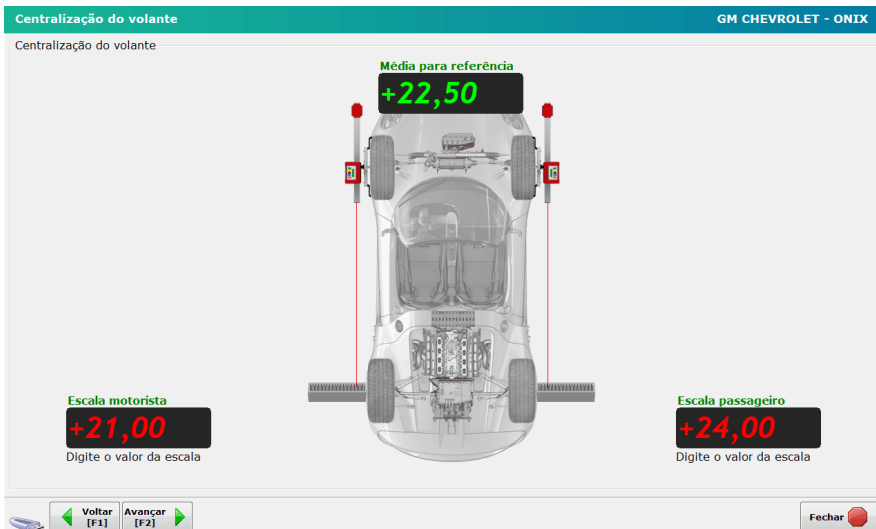
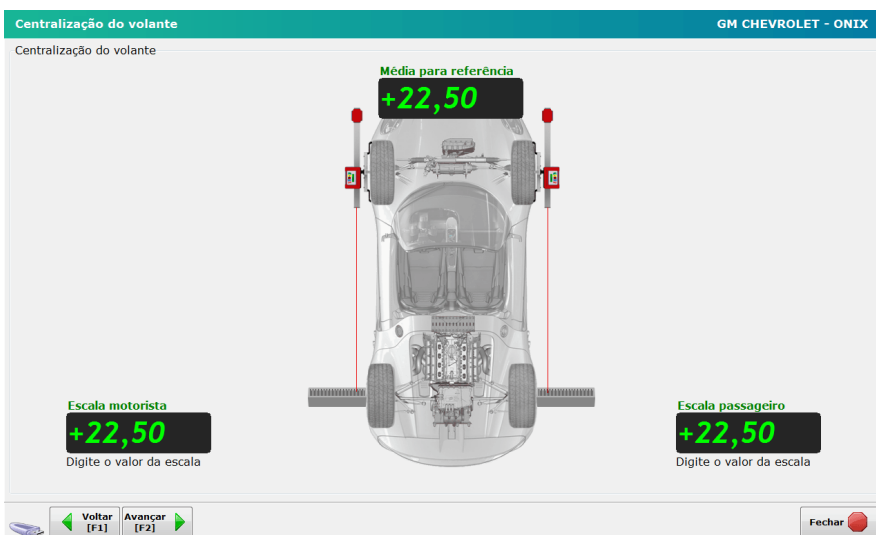

Figura 11 - centralização
Figura 12 - centralização ok
- No Softeck FC clique Avançar [F2] para ver a tela de Correção do volante, ver figura 11.
- Digite nos campos os valores das escalas, conforme a Figura 11.
Faça agora um ajuste fino nos terminais de direção de cada lado para o resultado central de cor verde, ver Figura 12.
- Utilize a tela de Correção de volante para fazer o cálculo, só que dessa vez com as escalas encostadas nas rodas da frente. Figura 11 e Figura 12.
- No Softeck FC clique em Avançar [F5] para chegar na tela de Correção de volante, digite nos campos os valores das escalas, depois de um clique em ENTER conforme a Figura 11. O resultado aparece no campo central na cor verde.
- Faça agora um ajuste fino nos terminais de direção de cada lado da Convergência para o resultado central de cor verde. Figura 12.